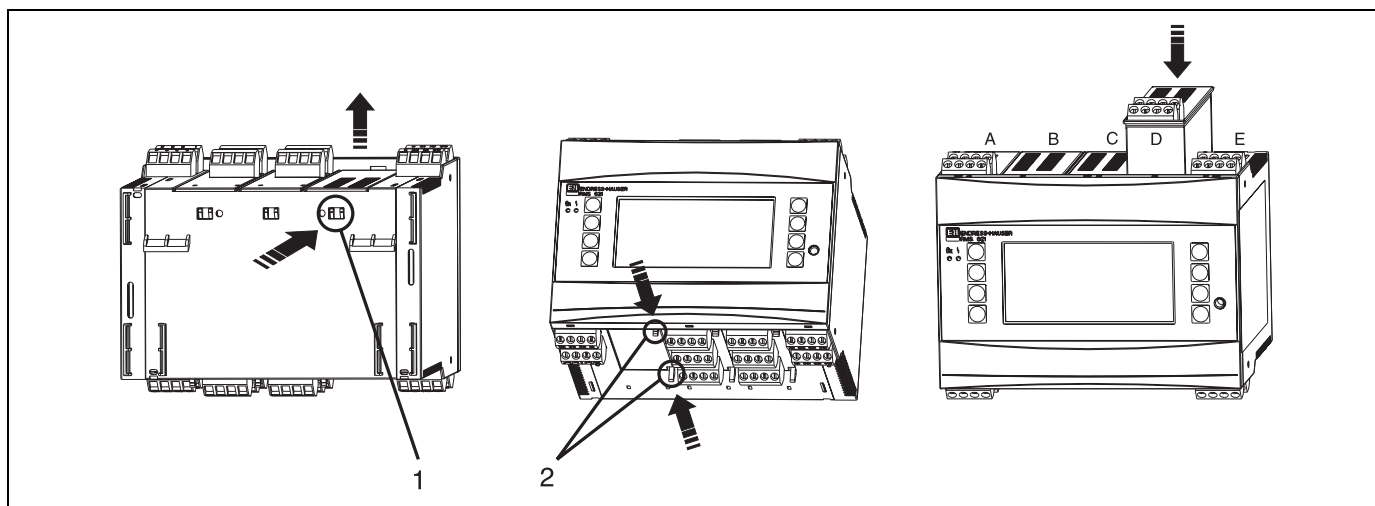

Fig. 5 : Montage d'une carte d'extension (exemple)
L'appareil peut être équipé avec diverses cartes d'extension. Trois emplacements au maximum sont disponibles dans l'appareil. Les emplacements des cartes d'extension sont marqués sur l'appareil par B, C et D (→ fig. 5).
2. Enlever le cache aveugle de l'emplacement concerné (B, C ou D) sur l'appareil de base, en pressant ensemble les taquets situés sur la partie inférieure du calculateur d'énergie (voir fig. 5, Pos. 2) ; simultanément presser le taquet sur la partie arrière du boîtier (p. ex. à l'aide d'un tournevis) vers l'intérieur (voir fig. 5, Pos. 1) et retirer le cache aveugle par le haut.
3. Insérer la carte d'extension par le haut dans l'appareil de base. Lorsque les taquets situés sur la face inférieure et la face arrière de l'appareil sont encliquetés (voir fig. 5, Pos. 1 et 2), la carte d'extension est correctement mise en place. Veiller à ce que les bornes d'entrée de la carte d'extension soient situées en haut et les bornes de raccordement orientées vers l'avant, comme sur l'appareil de base.